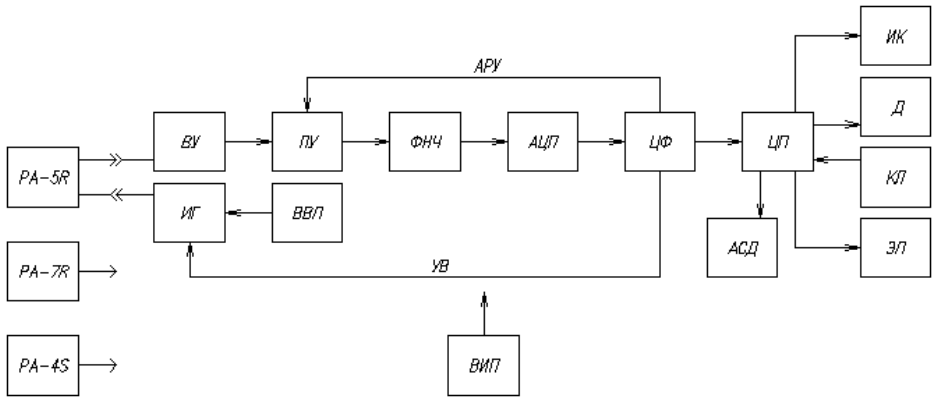

Рис.2.1 Структурная схема дефектоскопа
2.2.1 Структурная схема дефектоскопа приведена на рис.2.1. Основными функциональными узлами дефектоскопа являются: